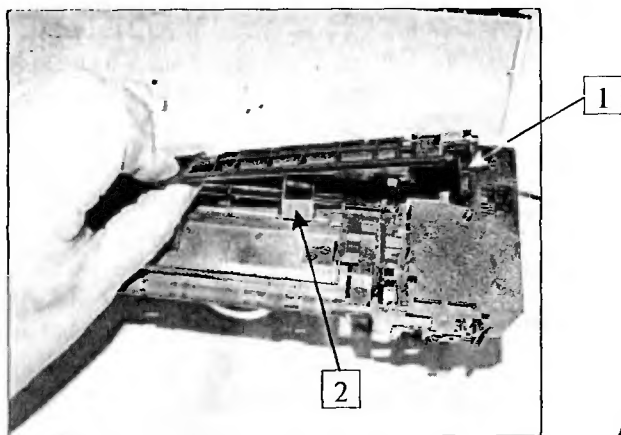
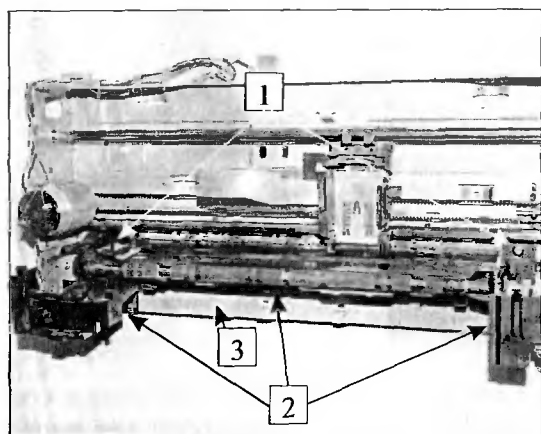
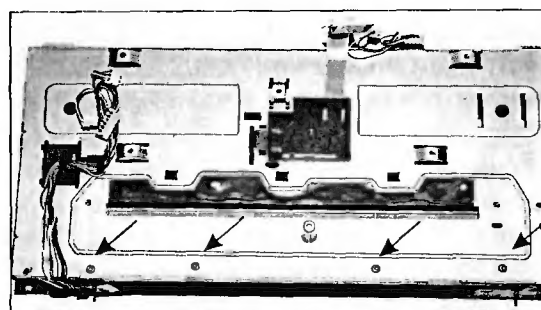
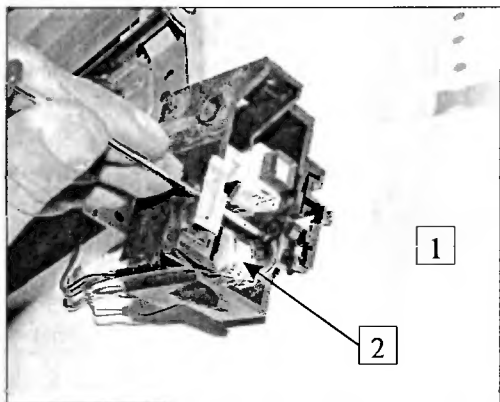

Рис. 1.8
Рис. 1.9
Рис. 1.10
Рис. 1.11
8. После этого снимают пластину подачи бумаги 2 и подъемную планку 3. При демонтаже последней (рис. 1.8) запоминают положение ее рычага 1 в специальном углублении узла шестерен. Если рычаг при сборке принтера установлен неправильно, автоматической подачи бумаги с подающего лотка не будет. Если же рычаг установлен правильно, то в рабочем положении под действием его возвратной пружины подъемная планка легко утапливается в углубление узла шестерен.
9. Снимают механизм транспорта бумаги и очистки головок (рис. 1.9). Для этого отворачивают два винта 1 в передней части принтера и четыре винта с обратной стороны (показаны стрелками на рис. 1.10). Затем осторожно снимают весь механизм 2 (рис. 1.9). Снизу механизма находится планка 3 с установленными
на ней тремя роликами, которые прижимаются к главным роликам транспорта бумаги 2 (на рис. 1.8 показан один из них). Для удобства работы разделяют шлейф проводов на отдельные проводники. Отсоединяют от механизма узел очистки головок (рис. 1.11) и планку 3 (рис. 1.9).
Выполняют пункты 1—9 разборки принтера. Очищают от грязи и бумажной пыли главные ролики транспорта бумаги 2 (рис. 1.8 и 1.19) и ролики 3 (рис. 1.9), установленные в углублении планки подачи бумаги. Для очистки используют ткань, пропитанную обезжиривающей жидкостью. В крайнем случае, можно для этих целей использовать разбавленный (30%) этиловый спирт. После протирки ролики должны иметь голубоватый оттенок и шершавую текстуру.
В первую очередь проверяют узел очистки головок (рис. 1.11). Если мотор 2 вращается, проверяют исправность кнопки 1. Выполняют пункты 1—11 разборки принтера. Из узла очистки головок вынимают пластмассовый контейнер для чернил, для чего освобождают расположенные по его бокам фиксаторы. К контактам кнопки подключают омметр и, вручную проворачивая вал мотора 2, фиксируют кратковременные замыкания кнопки. Если этого не происходит, тонкой отверткой отворачивают винт крепления кнопки, снимают ее и промывают в горячей воде. Причиной плохого срабатывания кнопки может быть попадание внутрь ее корпуса чернил, что случается, как правило, при использовании заправленных картриджей.